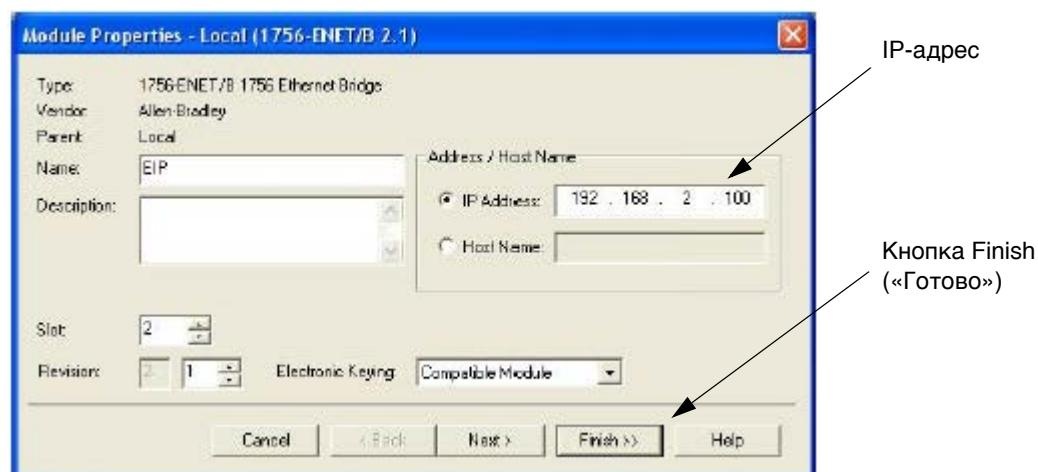

Рис. 70. Свойства модуля Ethernet
- c. Выберите 1756-ENET/B или 1756-ENBT/A в окне Select Module Type («Выбор типа модуля»). После этого RSLogix откроет окно Module Properties («Свойства модуля»). См. Рис. 70.
- i. Укажите IP-адрес и маску подсети. IP-адрес должен совпадать с адресом, введенным в окне Properties («Свойства») (см. Рис. 70).